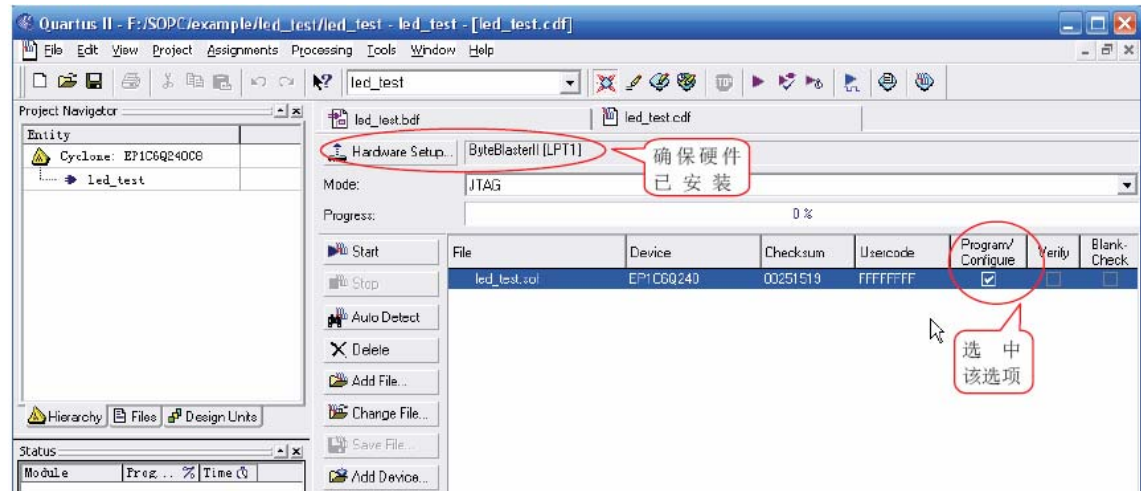

图 2.21 编程窗口
c. 在QuartusII 软件中选择【Tools】>>【Programmer】,也可以按工具栏上的按钮。打开编程器窗口并自动打开配置文件(led_test.sof),如图 2.21 所示。如果没有自动打开配置文件,则需要自己添加需要编程的配置文件。